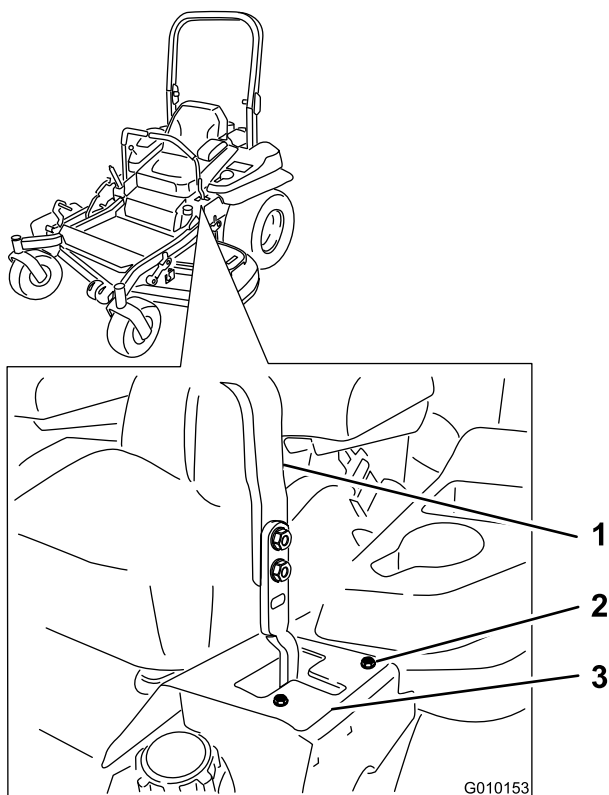

Figura 62
- Si se desvía hacia la derecha, afloje los pernos y ajuste la chapa del tope izquierdo hacia atrás en la ranura en T de la izquierda hasta que la máquina avance en línea recta (Figura 62).
- Si se desvía hacia la izquierda, afloje los pernos y ajuste la chapa del tope derecho hacia atrás en la ranura en T de la derecha hasta que la máquina avance en línea recta (Figura 62).
6. Apriete la chapa del tope (Figura 62).